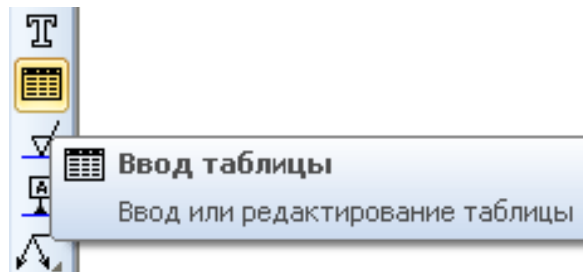

Рис. 2.2.3
4. За допомогою кнопки перемикавання **Обозначения** та команди **Таблица** ввести параметри та виконати таблицю (рис. 2.2.3).